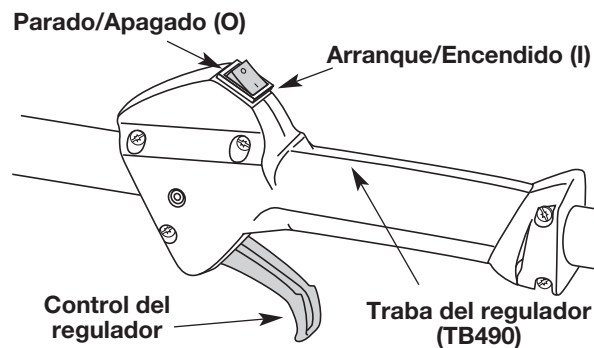

Fig. 19
**NOTA:** No hay necesidad de encender la unidad. El Control de Parada Encendido/Apagado (On/Off) está en la posición Encendido (ON) (I), en todo momento (Fig. 19).